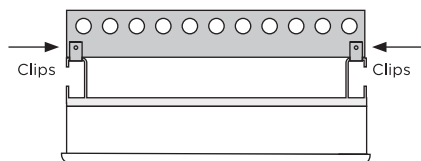

Figura 8: Vista superior
- Aparafuse a parte superior do inversor na placa de montagem com os parafusos fornecidos, como mostra a Figura 8.